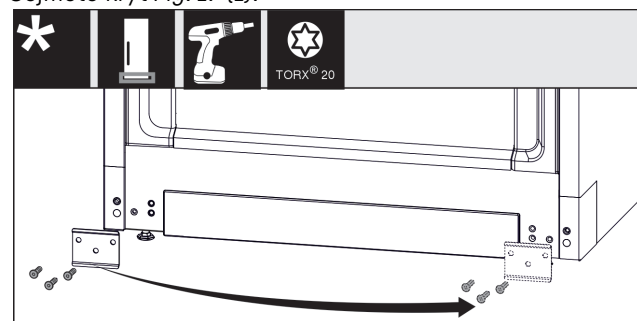

Fig. 20
- Odšroubujte plech Fig. 20 (1), přesuňte jej na druhou stranu a přišroubujte jej zpět.